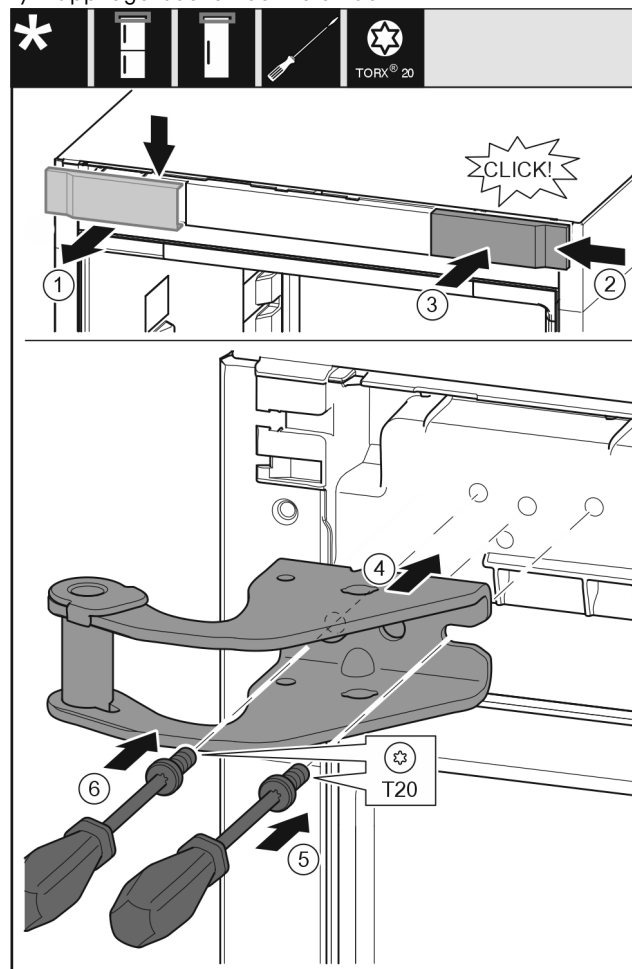

Fig. 11
- Ta bort skyddet Fig. 11 (1) uppifrån och framåt.
- Häng in skyddet Fig. 11 (2) vridet 180° på den andra sidan från höger.
- Haka i skyddet Fig. 11 (3).
- Sätt in den övre lagerbocken Fig. 11 (4).
- Sätt an skruven Fig. 11 (5) och dra åt den med skruvmejseln.
- Sätt an skruven Fig. 11 (6) och dra åt den med skruvmejseln.